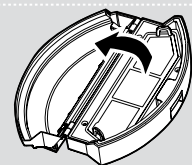

Fig. 19
3. Fjern alle filterkomponenter og rengør dem separat. Montering sker i modsatte rækkefølge. [Fig. 19,20]